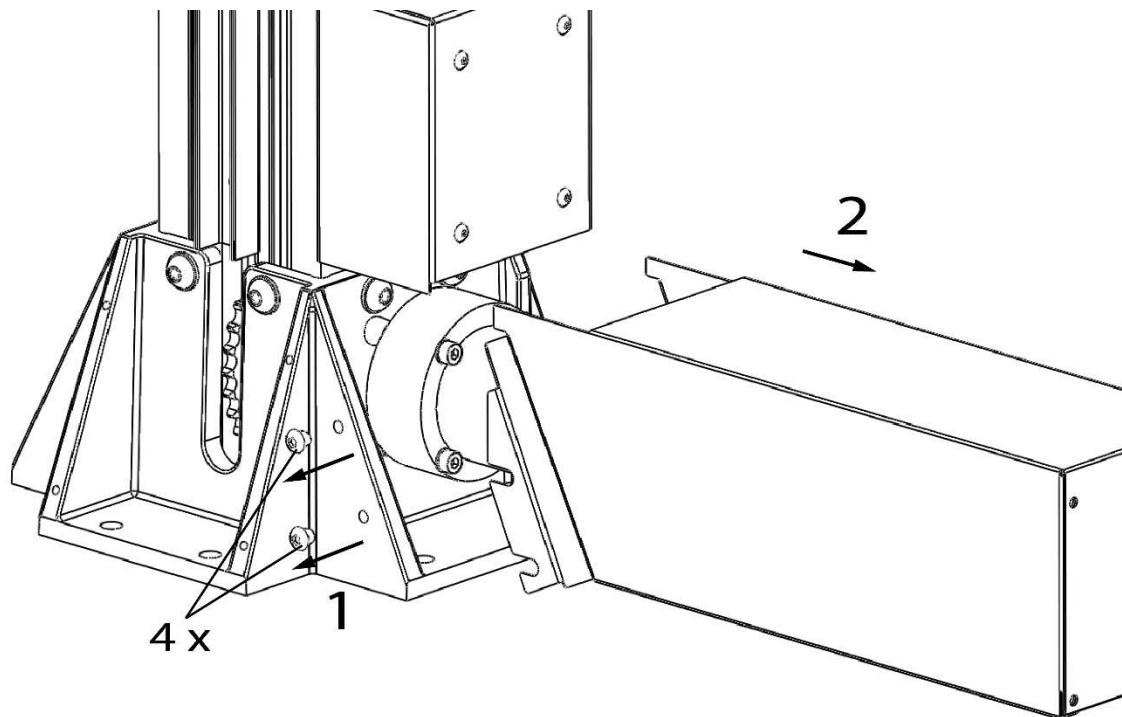

Figura 3: Rimozione copertura motore
7. Rimuovere le 4 viti M6 del coperchio motore e sfilarlo (figura 3).